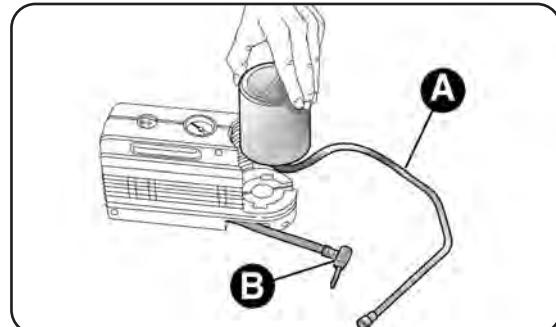

fig. 129
- desconecte el acoplamiento A-fig. 129 y el tubo B;